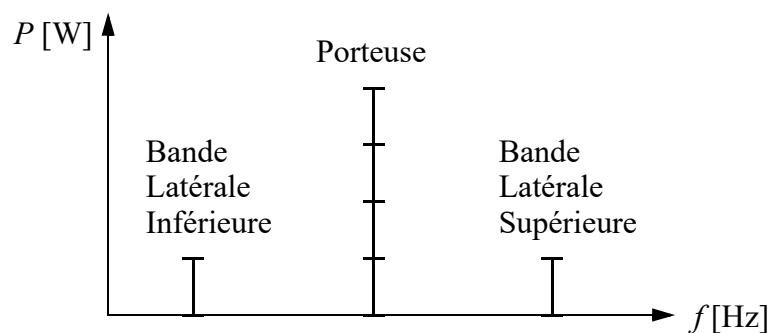

Figure 6.14 Puissances relatives dans la porteuse et les bandes latérales dans le cas de la modulation AM à 100%.
- 6.14 Si la porteuse vaut 1 ou 100%, la puissance dans chaque bande latérale vaut 1/4 ou 25%. Voir **Figure 6.14**.
Note : certains ouvrages mentionnent que si la puissance totale vaut 100%, la puissance dans les **deux** bandes latérales ensemble vaut 1/3, ce qui est équivalent et peut se voir sur la figure **Figure 6.14** ci-dessus.